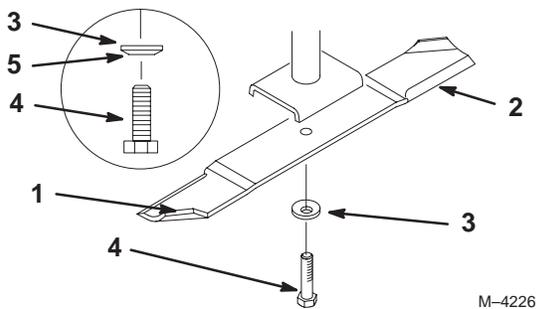

Figure 32
Tenez la lame à son extrémité avec un chiffon ou un gant épais. Retirez le boulon, la rondelle élastique et la lame de l'axe de la lame (Fig. 32).
2. Vérifiez l'équilibre de la lame en la plaçant sur un équilibreur (Fig. 34). Si la lame reste horizontale, elle est équilibrée et peut être utilisée. Si la lame est déséquilibrée, limez un peu l'extrémité de la partie incurvée seulement (Fig. 32). Répétez la procédure jusqu'à ce que la lame soit équilibrée.
1. Placez la lame sur l'axe (Fig. 32).
2. Installez la rondelle élastique et le boulon de la lame. Le cône de la rondelle élastique doit être dirigé vers la tête du boulon (Fig. 32). **Serrez le boulon de la lame à 115–150 Nm.**